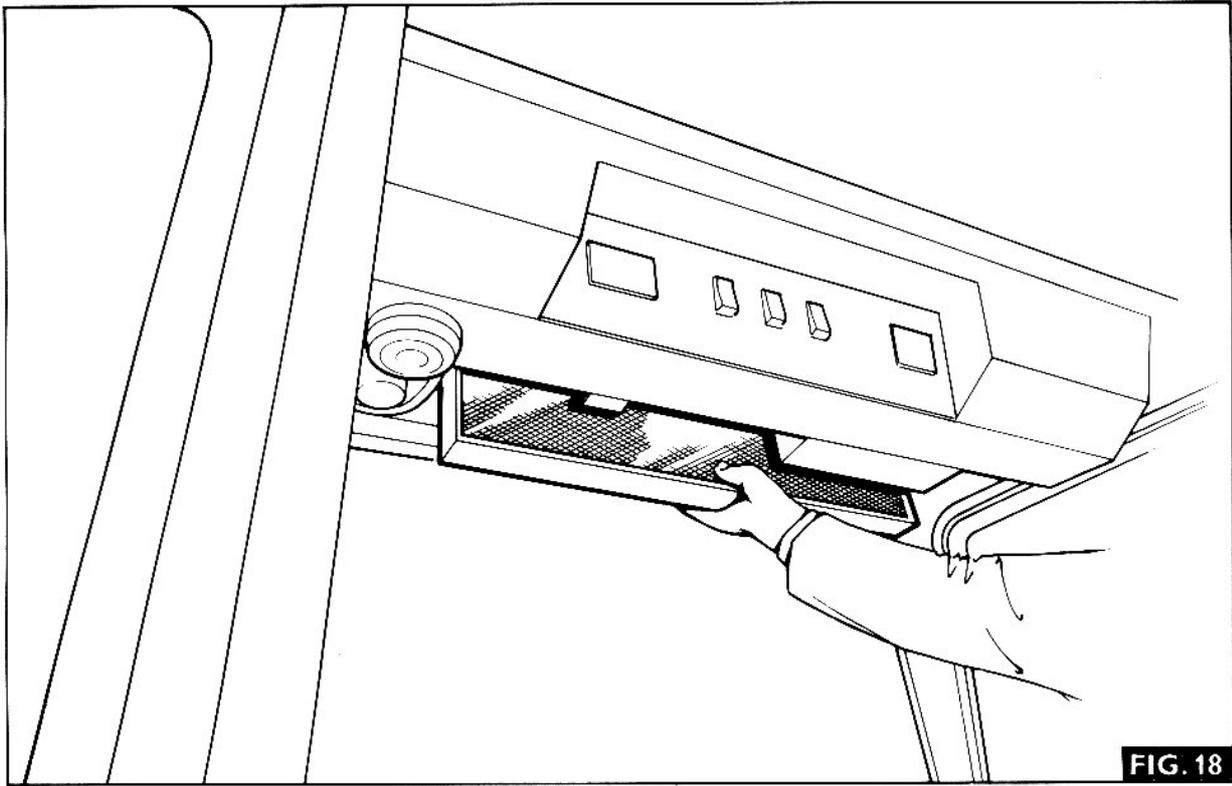

FIG. 18
2. Fig. 18. Sortir l'élément (98) de la chambre de ventilation.